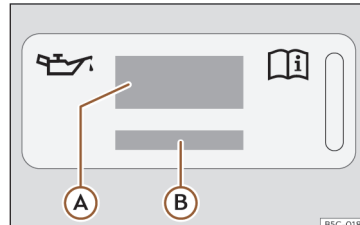
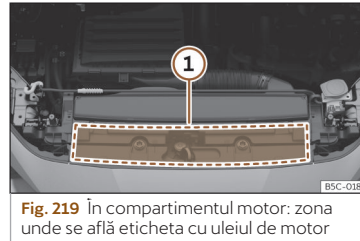

Fig. 218 În compartimentul motor: eticheta cu ulei de motor
Fig. 219 În compartimentul motor: zona unde se află eticheta cu uleiul de motor
Legenda pentru»» **fig. 218** :
Dacă este necesară completarea cu ulei de motor, utilizați numai uleiurile indicate pe etichetă»» **fig. 218**. Eticheta cu standard prevăzut este amplasată în partea din față a compartimentului motor»» **fig. 219** ①. Dacă utilizați uleiul de motor recomandat, puteți completa uleiul ori de câte ori este necesar.